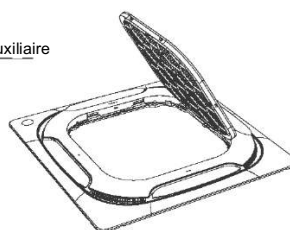

Fig. 5-12
- Soulevez la grille jusqu'à un angle d'environ 45°, puis retirez-la. (Voir fig. 5-12)